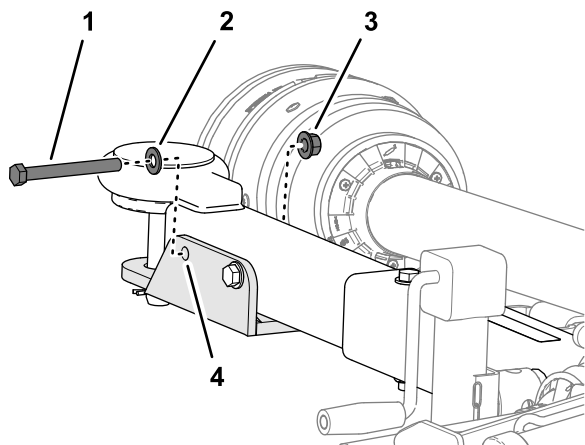

Figura 1
- Retire la contratuerca con arandela prensada ($\frac{1}{2}$ "), la arandela ($\frac{1}{2}$ ") y el tornillo de caperuza ($\frac{1}{2}$ " x $4\frac{1}{2}$ ") que fijan la horquilla al tubo de enganche, tal y como se muestra en la Figura 1.